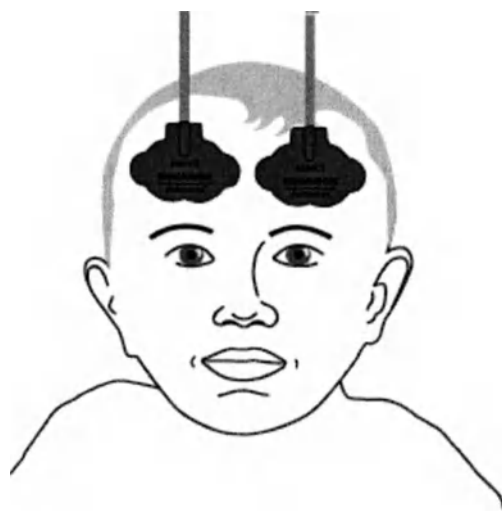

Рисунок 61. Изображение церебрального размещения датчика.
3. **Церебральное размещение датчиков (Рис. 61-А).** Выберите область для размещения датчика на лбу пациента сбоку от центральной линии выше бровей и ниже линии роста волос (см. рисунок). Область размещения датчика должна быть свободна от волос, дефектов кожи, а также как родинок
6. Размещение датчика. Удалите защитную подложку с клеящейся части датчика и аккуратно, но надежно закрепите датчик на выбранную область кожи (см. примеры на рис. 61, 62). Обеспечьте полное прилегание поверхности датчика к коже, чтобы предотвратить пропускание света окружающей среды между передающими или приемными элементами датчика.